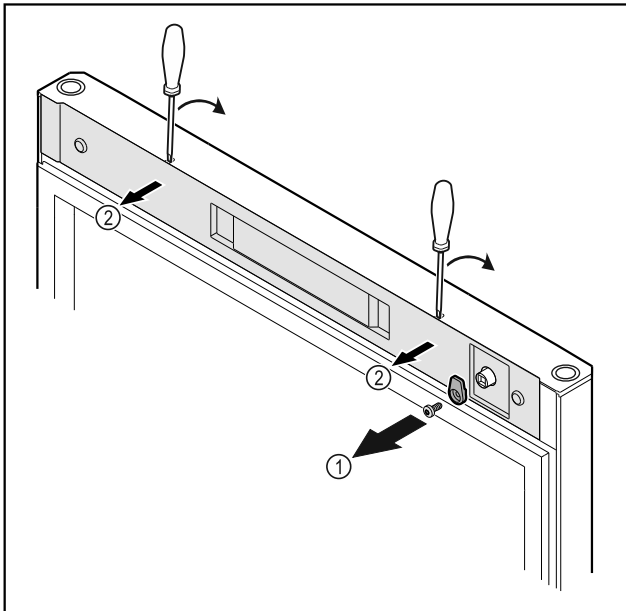

Fig. 16
- Dévisser le crochet de fermeture Fig. 16 (1).
- Décrocher le cache Fig. 16 (2) avec un petit tournevis et le retirer.